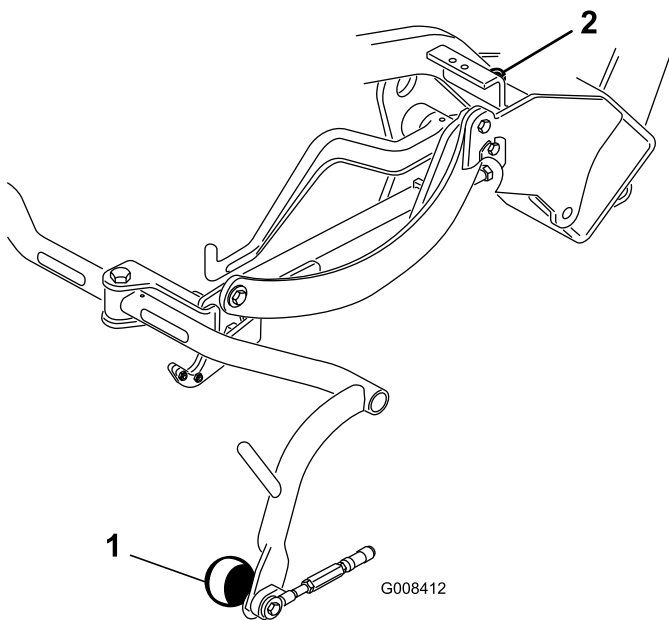

Figure 9
3. Si un réglage est nécessaire, desserrez l'écrou de blocage de la vis d'arrêt du bâti porteur (Figure 9) et tournez la vis dans un sens ou dans l'autre pour élever ou abaisser le bâti. Serrez l'écrou de blocage pour fixez le réglage.